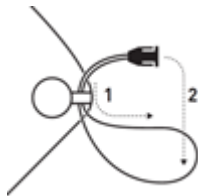

Abbildung 12 - Trageband anbringen
Führen Sie die beiden Schlaufen durch die Öffnungen (1) am Gerät (2) und verbinden Sie das Trageband mit den Schnappverschlüssen an den Schlaufen. Anschließend passen Sie die Länge des Tragebandes an Ihre Bedürfnisse an (Abbildung 12).